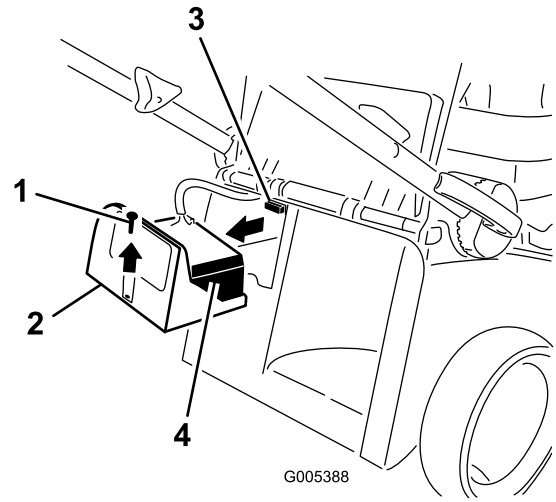

Figure 8
1. Enlevez le couvercle de la batterie et la batterie, et localisez le porte-fusible (Figure 8).